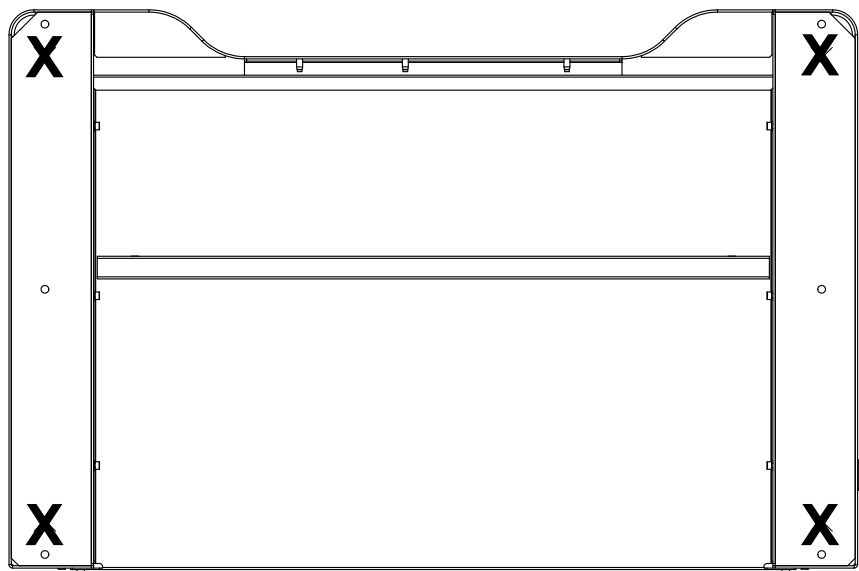

Figura 26. Parte inferiore del telaio che mostra la posizione dei piedini del telaio
7. Individuare i piedi del telaio che sono stati rimossi per imbullonare il telaio allo scivolo di spedizione. Rimuovere le staffe tubolari nella parte posteriore della base del telaio e installare i piedini del telaio nelle posizioni indicate nella Figura 26 a pagina 89.